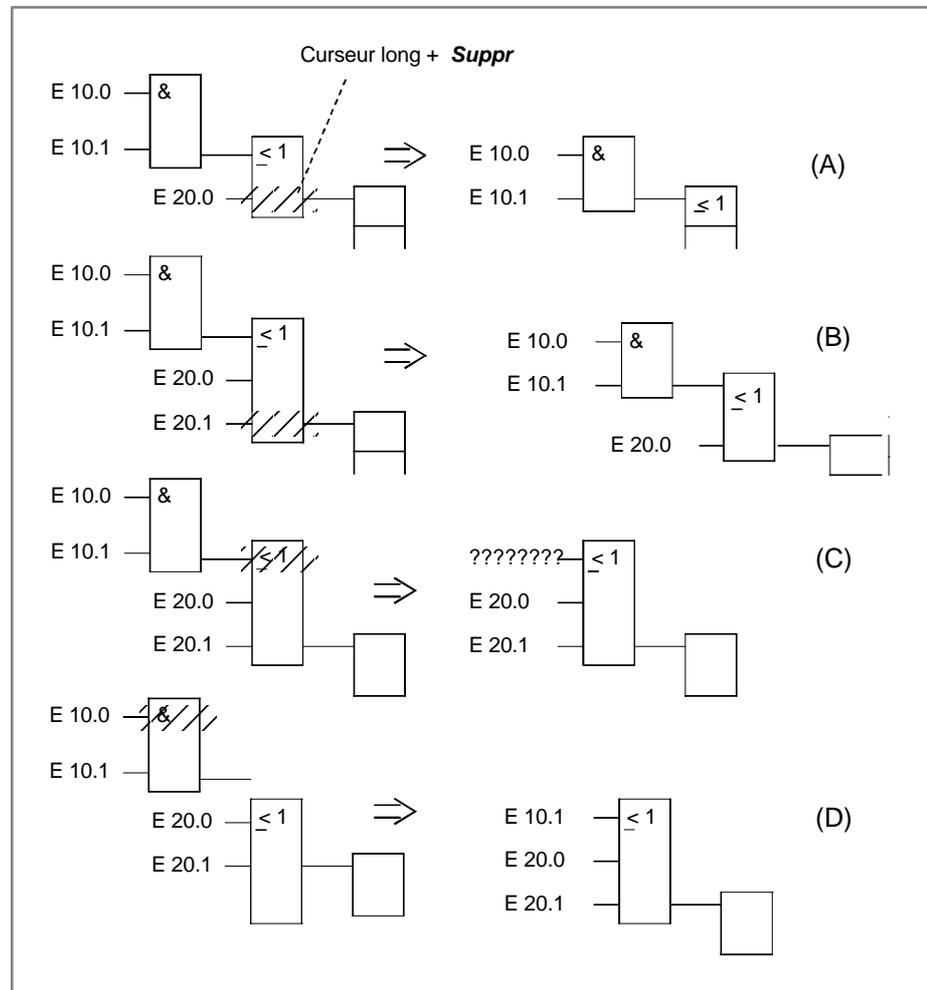

Figure 8-2 Suppression d'opérandes et de fonctions (exemple)
1. L'entrée qui se trouve sous le curseur long est supprimée. Quant au cadre de fonction, il est raccourci de la ligne que prenait l'entrée effacée, voir figure 8-2 (A).
2. La suppression d'une entrée reliée provoque l'effacement de l'opérateur fonctionnel ou de la séquence fonctionnelle amont. L'entrée est alors représentée comme non définie, voir figure 8-2 (B).
3. Lors de la suppression d'un opérateur fonctionnel comportant deux entrées, l'opérande d'entrée non effacé est reporté dans l'entrée libre du cadre suivant, voir figure 8-2 (C).